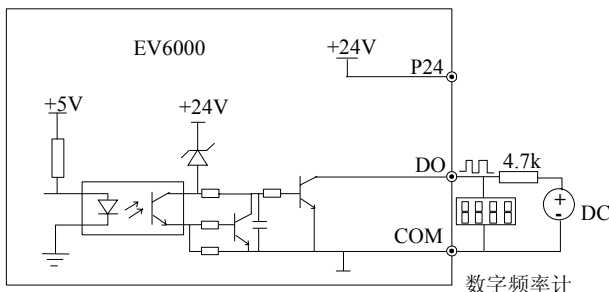

图4-26 输出端子 DO 连接方式 2
4. 数字脉冲频率输出 DO 也可使用外部电源，接线方式请参见图 4-26。